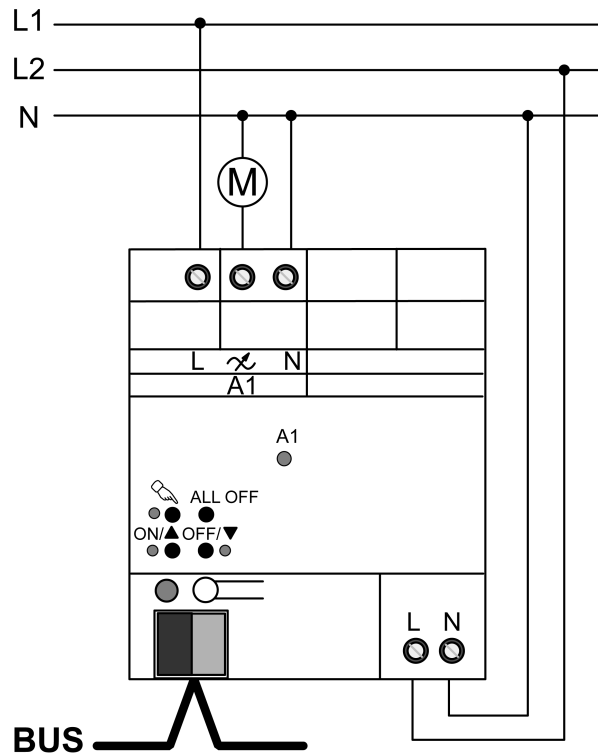

Figure 6: Actionneur de variation à 1 poste – Raccordement pour mode Commande de vitesse
- Raccorder l'appareil selon l'exemple de raccordement (Figure 6).